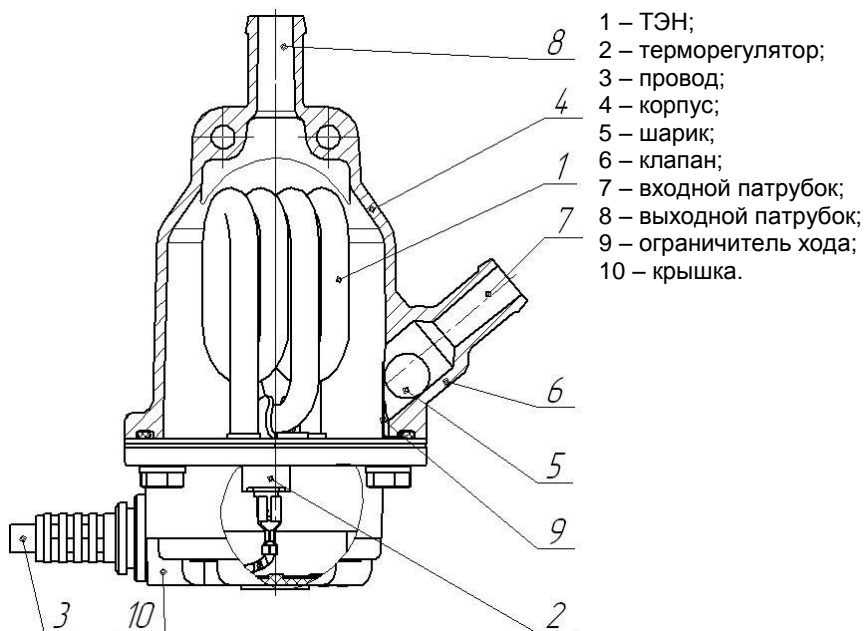

Рисунок 2
6.2 Подогреватель должен быть **установлен в вертикальном положении выходным патрубком вверх** (см. рис. 2).